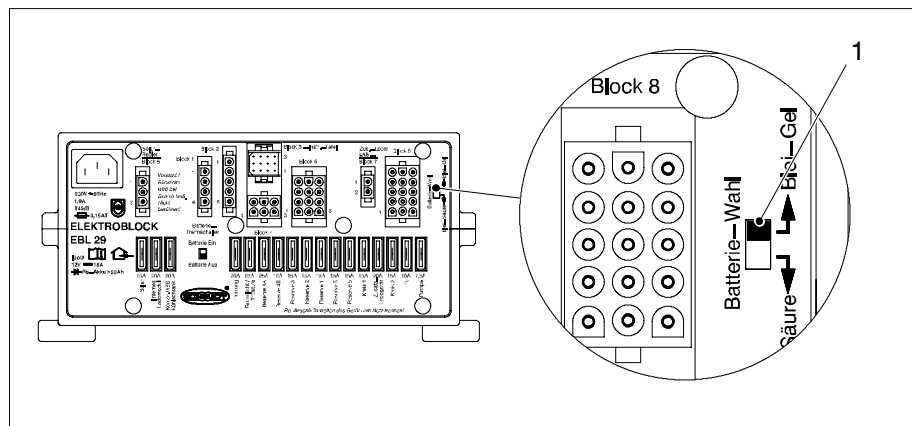

Bild 1 Batterie-Wahlschalter
- ▶ Den Batterie-Wahlschalter (Abb. 1, Pos. 1) mit einem dünnen Gegenstand (z. B. Kugelschreiber) in die entsprechende Position bringen: